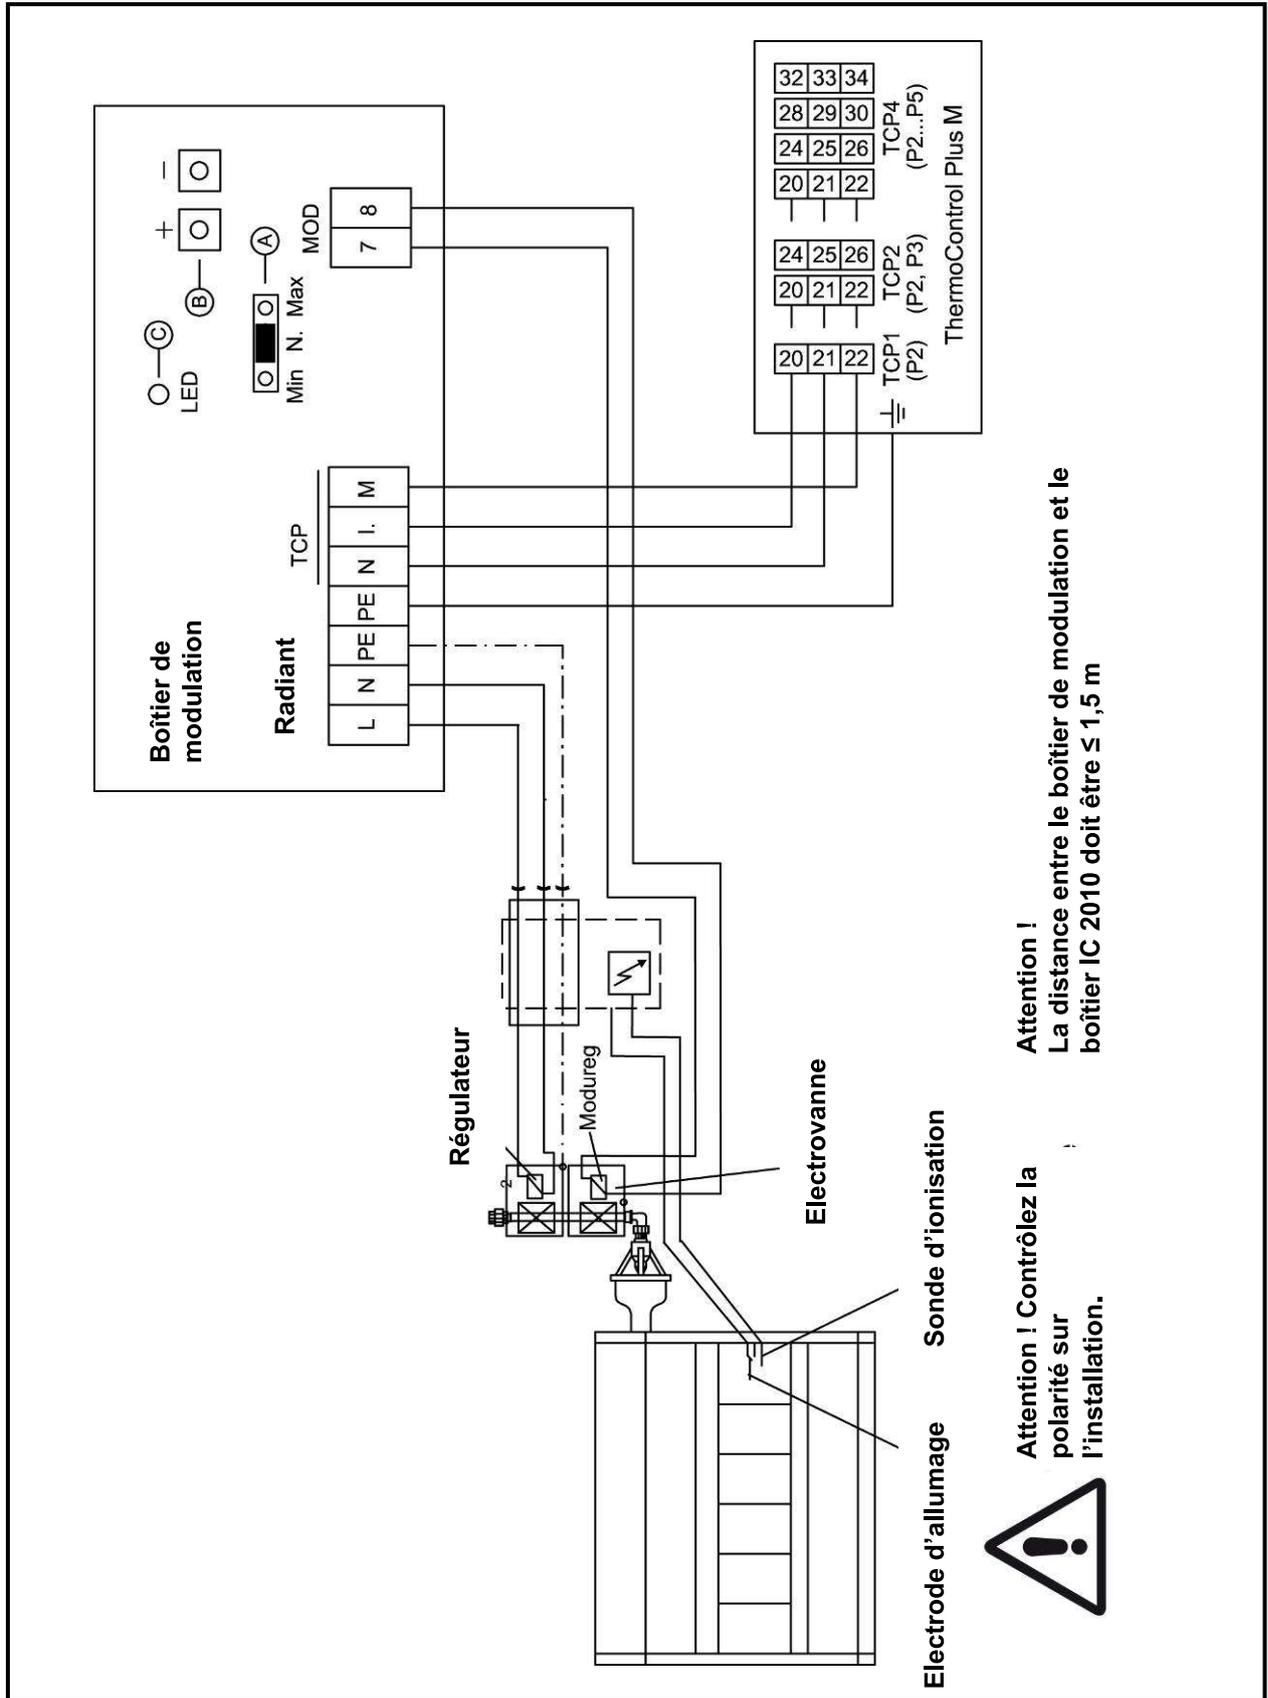

Fig. 30: Raccord de l'ensemble allumage sécurité avec modulation
- ⇒ Sur le boîtier de modulation, mettre le bouton Jumper en position „Min“. (Bloc du jumper "A", voir Fig. 30)